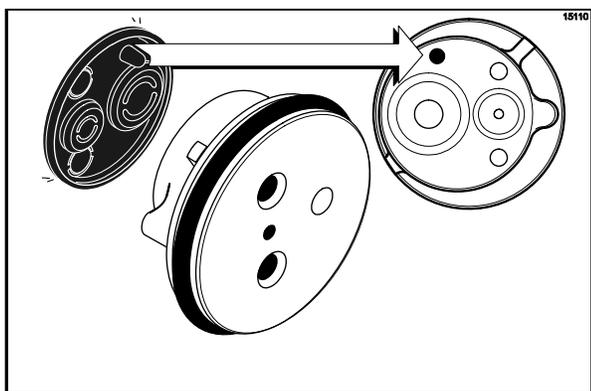

图 148
6. 将泵阀密封圈安装在阀盖上的孔内，不要润滑密封圈。(见图 148。)